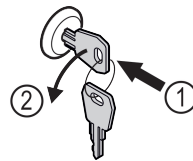

Fig. 170
- ▶ Вдавити ключ. Fig. 170 (1)
- ▶ Повернути ключ на 90° проти годинникової стрілки. Fig. 170 (2)